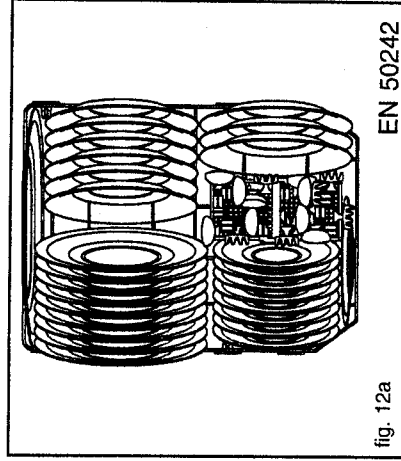

fig. 12a
2. Placer dans ce panier: assiettes plates, creuses, à dessert, casseroles et plats (fig. 12a-12b).